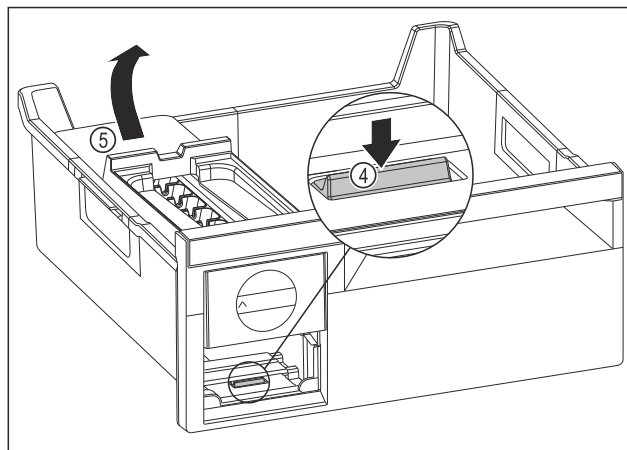

Fig. 96
- ▶ Vyjmutí korpusu EasyTwist-Ice: Lamelu Fig. 96 (4) zatlačte prstem směrem dolů a zároveň nadzvedněte druhou rukou korpus EasyTwist-Ice Fig. 96 (5) zezadu.